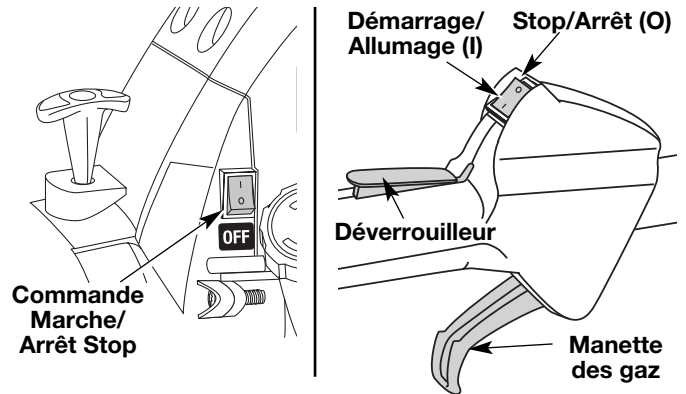

Fig. 20
3. Mettez la commande Marche/Arrêt Stop en position MARCHÉ (I) (Fig. 20).